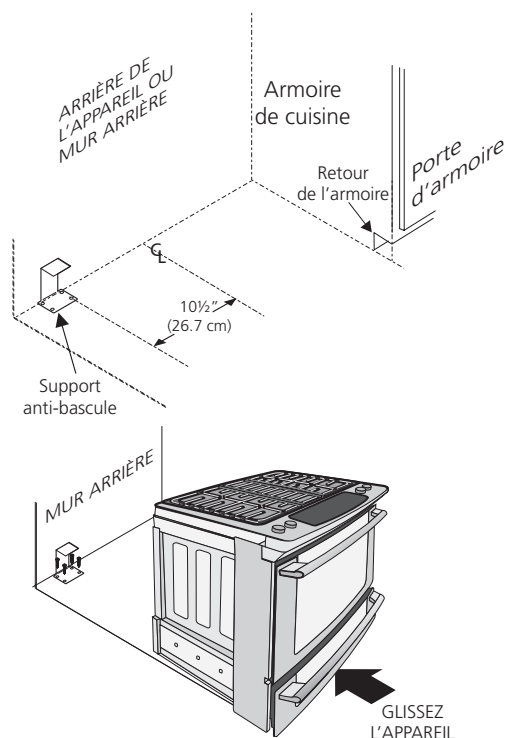

Figure 17
2. Dépliez le gabarit de papier et placez-le à plat sur le plancher, l'avant et les extrémités des côtés exactement sur la ligne préalablement tracée (utilisez le diagramme ci-dessous pour localiser le support anti-bascule si le gabarit de papier n'est pas disponible (Figure 17)).